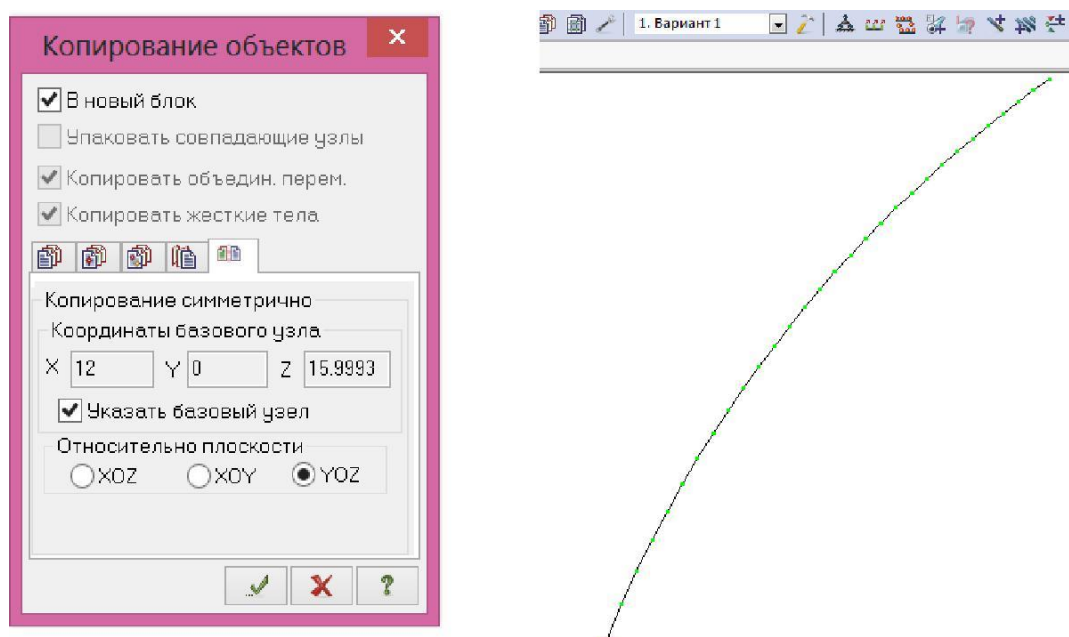

Рис. 3.7. Диалоговое окно Копирование выбранных объектов
Копирование симметрично и выполните копирование относительно плоскости YOZ и базового узла в вершине полуарки (рис. 3.7).
- ☐ С помощью пункта меню Схема ☐ Связи (кнопка  на панели инструментов) вызовите диалоговое окно Связи в узлах (рис. 3.7). В этом окне с помощью установки флажков отметьте направления, по которым запрещены перемещения узлов (X, Z).